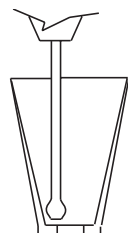

Abb. 5
- 2 - Den beschädigten Schutzring mit dem Schraubenzieher abziehen (Abb.5).